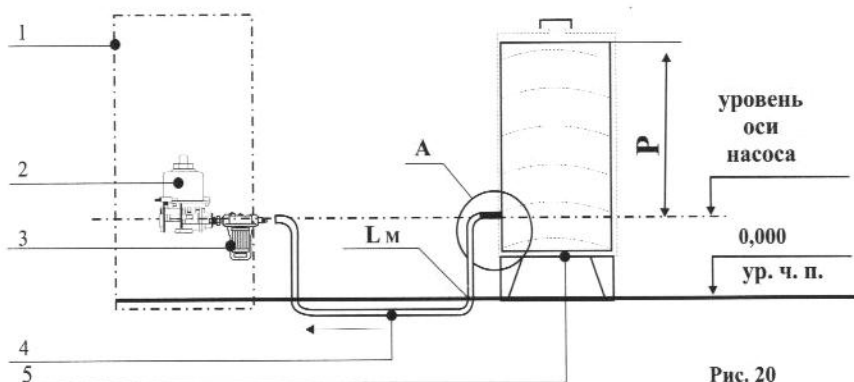

Рис. 20
- 4.5. Выбор трубопровода по его параметрам, таким как внутренний диаметр, длина трубы, зависит от уровня расположения бака т.р. относительно котла, схемы которых показаны на рис. 20, 21.